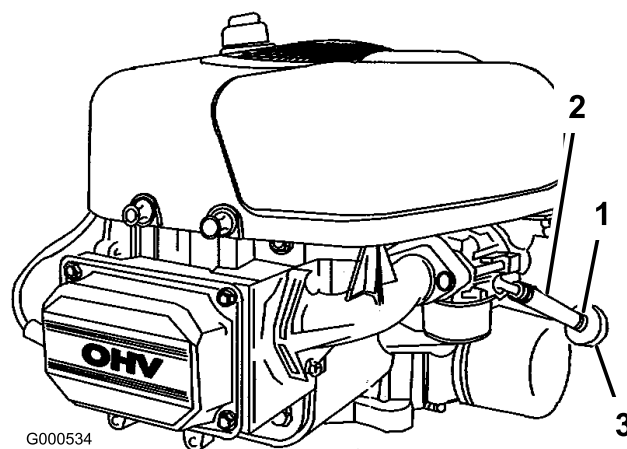

Figura 31
4. Afloje la abrazadera cerca del filtro de combustible y deslícela por el tubo, alejándola del filtro de combustible (Figura 31).
5. Retire el tubo de combustible del filtro (Figura 31).
combustible para fijar el tubo de combustible (Figura 31).
4. Apriete los extremos de las abrazaderas y deslícelas por el tubo alejándolas del filtro (Figura 31).
6. Instale un filtro nuevo — la flecha que indica el sentido de flujo debe apuntar hacia el motor (desde el depósito) — y acerque las abrazaderas al filtro (Figura 31).